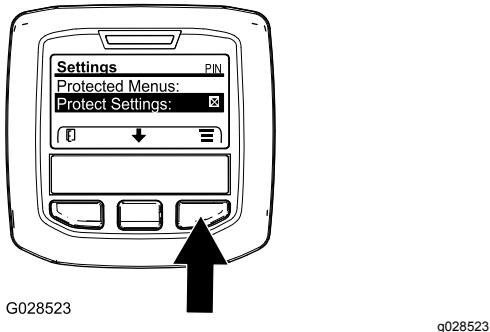

Figura 38
- Aceda ao menu protegido e desbloqueie o submenu de definições protegidas (Figura 38); consulte Aceder aos menus protegidos \(página 22\).